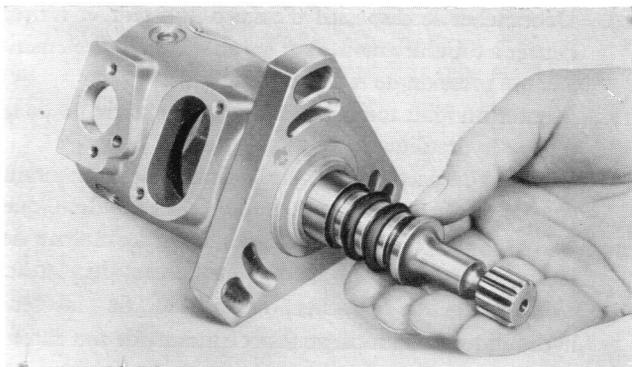

Fig. 46 Démontage de l'arbre d'entraînement cannelé
23. Retirer le circlip de retenue de l'arbre d'entraînement à l'aide de pinces spéciales (Fig. 45). Sortir l'arbre du tube pilote (Fig. 46).